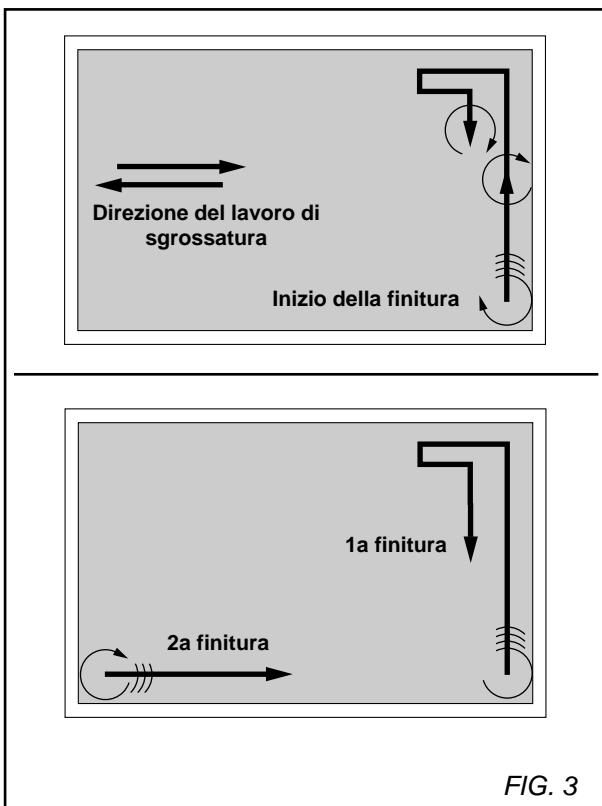

FIG. 3
- Le passate dovranno accavallarsi di mezza passata, e ciò per minimizzare le eventuali imperfezioni in superficie. Il lavoro di finitura si effettua dopo il lavoro di sgrossatura per rendere la superficie densa, dura e piana (**VEDI FIG. 3**).